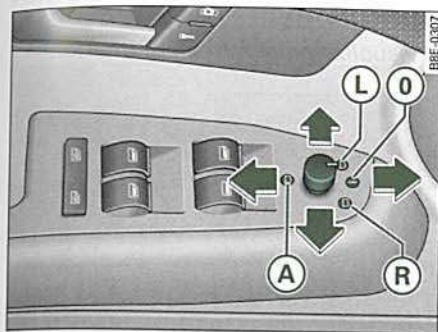

Fig. 84 Detalle del reposabrazos: Mando giratorio
- Gire el mando a la posición $\Rightarrow$ fig. 84 (L) (retrovisor exterior del conductor) o a la posición (R) (retrovisor exterior del acompañante).
Al poner la marcha atrás, se inclina ligeramente hacia abajo la superficie del espejo, siempre que se haya conmutado a dicho retrovisor (mando giratorio en posición (R) $\Rightarrow$ fig. 84). Esto permite ver el bordillo al aparcar el vehículo.